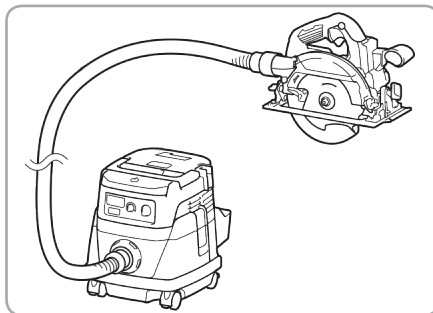

Fig.10
- Conectați aspiratorul la extensia aparatului Fig 10